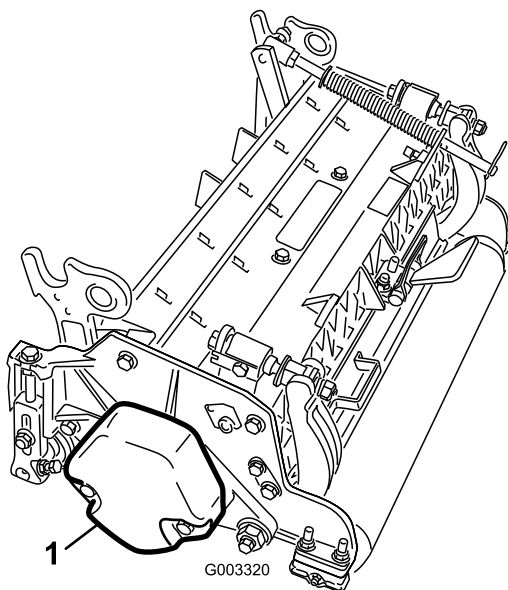

図 4
4. カウンタウェイト (図 4) を、決められている側に取り付ける；カッティングユニットのオペレーターズマニュアルを参照。